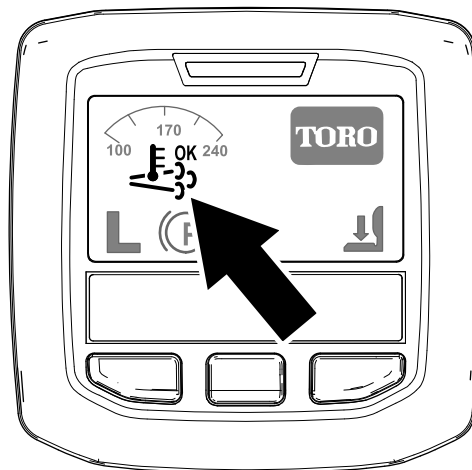

Figura 26
- Aparece el icono de regeneración de asistencia/restablecimiento en el InfoCenter (Figura 26).